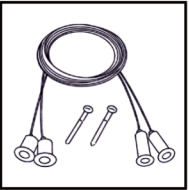

Рис. 6
- 5.16 Для установки осветительного прибора на подвесы используйте тросовую систему подвеса (рис. 6). **Внимание!** Тросовая система в комплект не входит и поставляются отдельно.